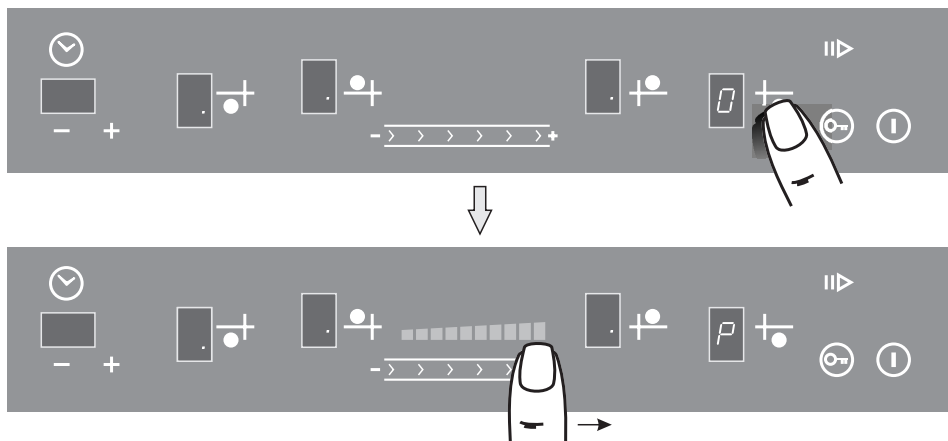

Рис.12
1. Коснуться зоны ② с обозначением выбранной конфорки, после чего конфорка перейдет в режим управления. В соответствующем окне индикации загорится «0» (рис.12), во всех остальных окнах загорится точка.